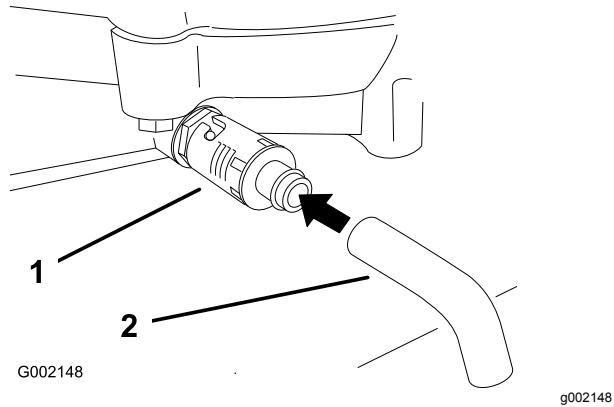

图 17
- 在放油孔下放置一个盘子。旋转机油排放阀让机油排出 图 17。